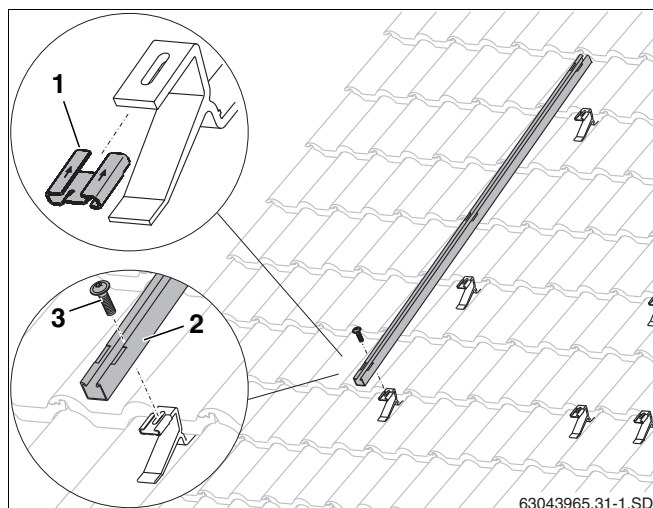

Рис. 29 Крепление профиля для повышенной снеговой нагрузки
- ▶ Наденьте сдвижную гайку (рис. 29, поз. 1) по направлению, указанному стрелкой, на кровельный крюк.
- ▶ Уложите профиль (рис. 29, поз. 2) на кровельный крюк и закрепите винтом М8 (рис. 29, поз. 3).